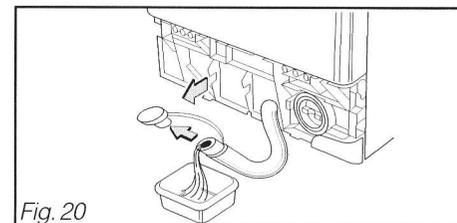

Fig. 20
– Si votre appareil en est muni, sortez le tuyau de purge en déclipant le bouchon du socle (Fig. 20).
– Ouvrez le bouchon à l'extrémité du tuyau et laissez l'eau s'écouler dans le récipient (Fig. 20).